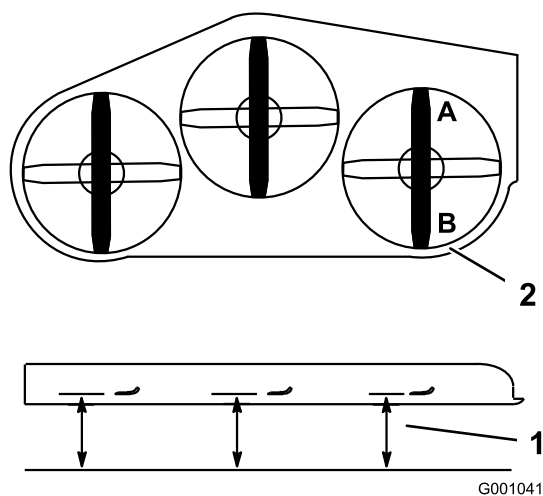

図 83
2. ブレードのうちの1枚を前後方向に向ける。A位置とB位置で、平らな床面からブレードの刃先までの高さを測る 図 83。